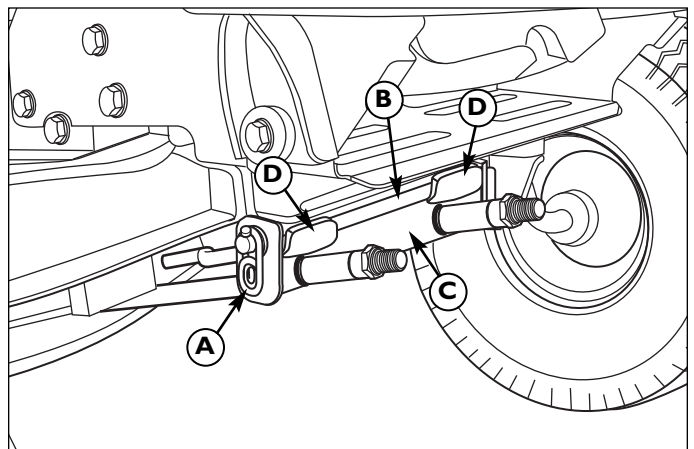

Figura 6. Enganche del cortacésped
6. Gire las ruedas hasta que queden rectas hacia adelante. Apoye el soporte colgante del cortacésped (C). Retire la pinza de seguridad (A, Figura 6) y la barra (B). Baje el soporte colgante del cortacésped (C).
5. Mueva el brazo secundario libre (A, Figura 6) para soltar la correa. Instale la correa en la polea de toma de fuerza (B).